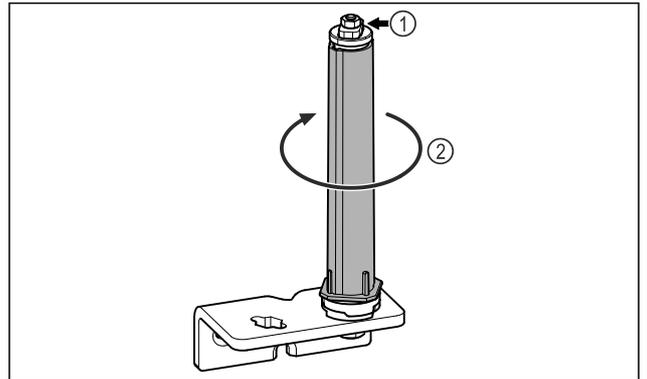

Fig. 29
- ▶ No desmontar el sistema de cierre de puertas Fig. 29 (1).
- ▶ Girar el sistema de cierre Fig. 29 (2) hasta que haga clic.